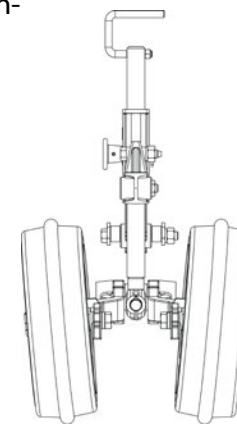

Figuras 43
- El ángulo de las ruedas limitadoras de profundidad (1), tiene la finalidad de presionar el surco haciendo que el suelo sea inmediatamente recolocado sobre la semilla, evitando exceso compactación, facilitando la germinación y el desarrollo de la planta. Para obtener los regulados en las ruedas, proceda de la siguiente forma:
- 01** - Suelte los tornillos y arandelas (1), retire la rueda (2), ajuste el punto de regulado de la rueda (3) en el regulado del eje de la rueda (4), después, fije nuevamente la rueda (2) con las arandelas y tornillos (1), proceda según muestra las figuras 43.